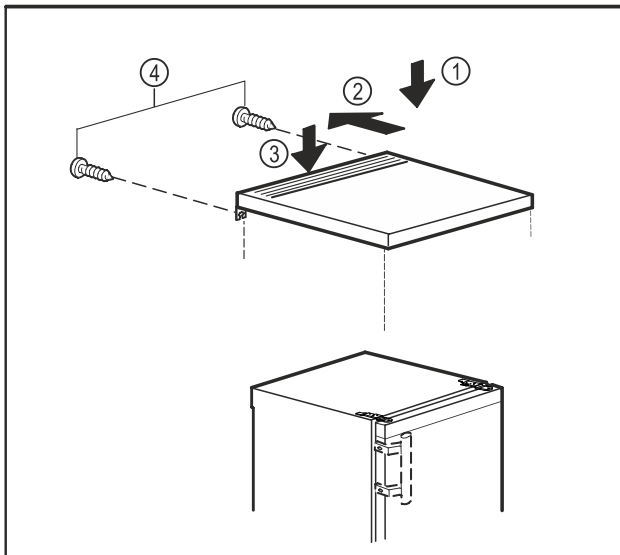

Fig. 10
- ▶ Vendosni pllakën e sipërme mbi pajisje. Fig. 10 (1)
- ▶ Shtyni pllakën e sipërme për nga pas. Fig. 10 (2)
- ▶ Shtypni për poshtë pllakën e sipërme në pjesën e pasme. Fig. 10 (3)
- ▶ Shtërngoni vidat në pjesën e pasme. Fig. 10 (4)